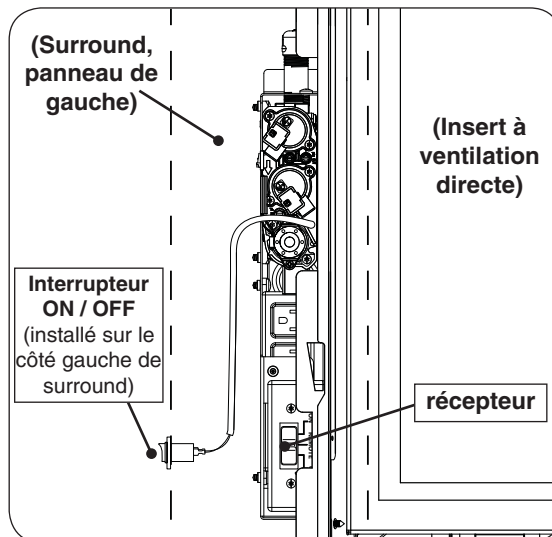
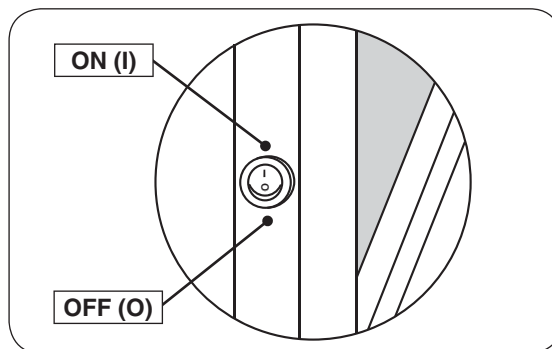

Fig. 42-1 Boîtier de commande (côté gauche, derrière surround)
Fig. 42-3 ON/OFF commutateur de détail
1. Le boîtier de commande est sur le côté gauche de l'appareil. Placez le récepteur sur le boîtier de commande (voir Fig. 42-1). Faites glisser le commutateur à 3 positions sur le récepteur à la position **ON** (voir Fig. 42-2).
2. Localisez le commutateur ON/OFF sur le côté gauche du cadre (voir Fig. 42-1). Le mettre en position **ON (I)** (voir Fig. 42-3). La séquence d'allumage commencera.